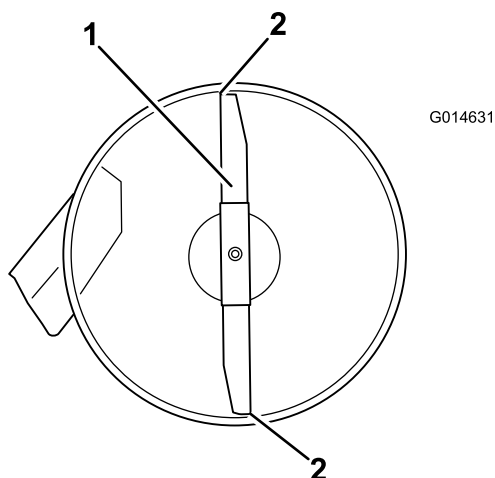
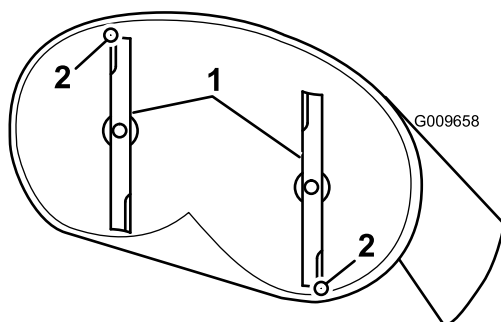

Рисунок 67
Рисунок 68
- Осторожно поверните нож (ножи) так, чтобы они были расположены в продольном направлении (Рисунок 67 и Рисунок 68).
- Измерьте расстояние от конца переднего ножа до плоской поверхности и от конца заднего ножа до плоской поверхности (Рисунок 67 и Рисунок 68).
- После регулировки проверьте угол наклона в продольном направлении еще раз, продолжайте регулировать с помощью гайки до тех пор, пока конец переднего ножа не будет на 1,6 – 7,9 мм ниже конца заднего ножа (Рисунок 67 и Рисунок 68).